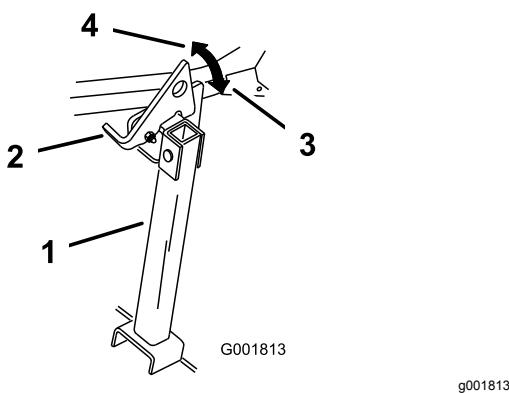

Figura 46
2. Levante el enganche a la posición desbloqueada (Figura 46).